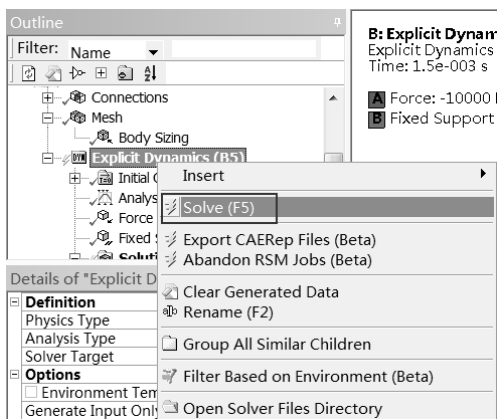

图 11-27 求解
Step7：在 Outline（分析树）中的 Explicit Dynamics（B5）选项上右击，在弹出的快捷菜单中选择 Solve 命令，此时会弹出进度显示条，表示正在求解，当求解完成后进度条自动消失，如图 11-27 所示。